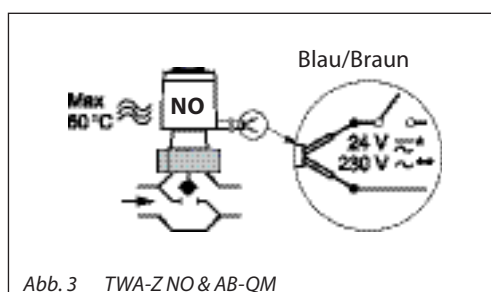

Abb. 3 TWA-Z NO & AB-QM
- Stromlos ist das Ventil geöffnet (Abb. 3.)